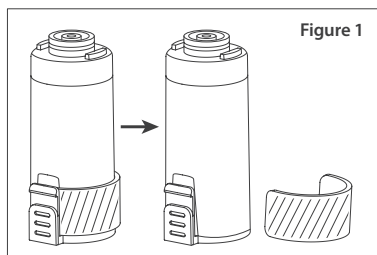
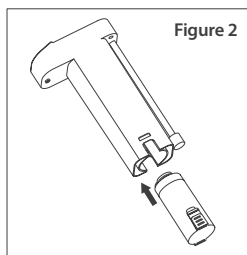

Figure 1
Figure 2
- Retirez le paquet de filtres et le carton (Figure 1), alignez les boucles du filtre sur les encoches de l'Unité de pompage d'eau et insérez un nouveau filtre (Figure 2). Une fois le nouveau filtre mis en place, le dessous du filtre est aligné sur celui de l'Unité de pompage d'eau, et un léger bruit mécanique peut se faire entendre.